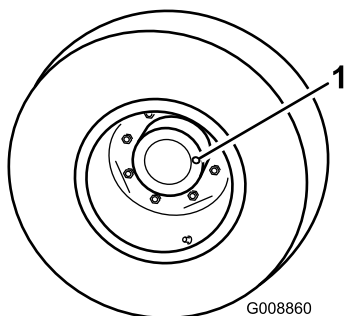
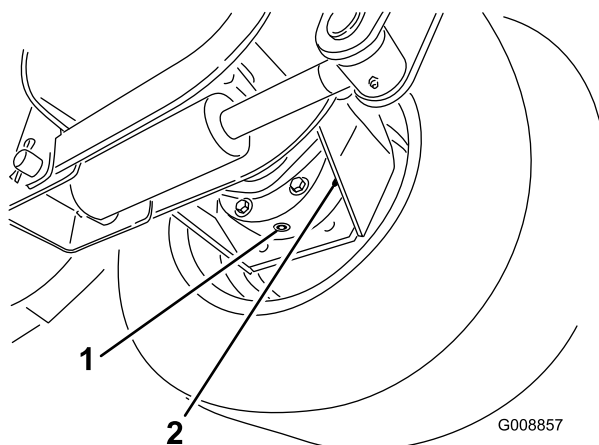

Bild 72
Bild 73
1. Stellen Sie, wenn sich die Maschine auf einer ebenen Fläche befindet, das Rad so, dass sich die Prüf-/Ablassschraube (Bild 72) entweder in der 3-Uhr- oder der 9-Uhr-Stellung befindet.
2. Entfernen Sie die Prüfschraube am Planetengetriebe (Bild 72) und am Bremsgehäuse (Bild 73). Der Stand des Getriebeöls sollte bei 3 mm von der Prüfschraube am Bremsgehäuse und Planetengetriebe liegen.
3. Stellen Sie ein Auffanggefäß unter das Bremsgehäuse an der anderen Seite des Rads (Bild 73).